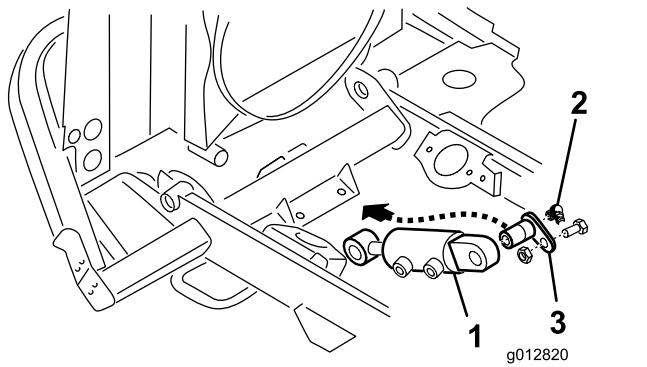

**Figure 10**
5. Fixez le côté tige de la biellette filetée au support de biellette à l'aide d'un boulon (1/2" x 1½") et d'un contre-écrou (1/2"), comme montré à la Figure 10.